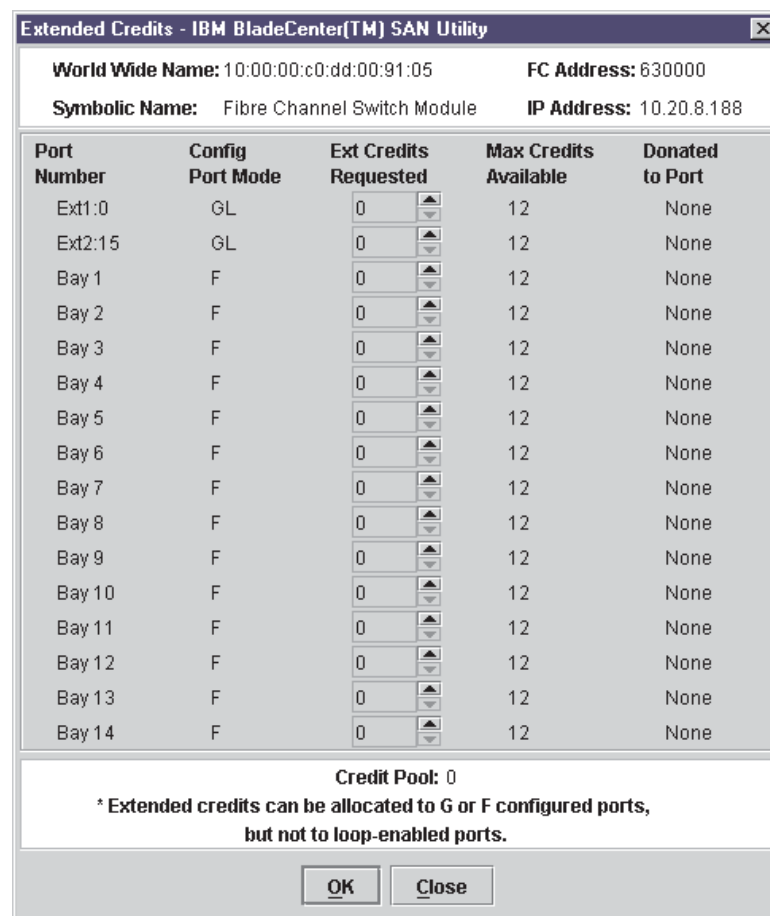

Abbildung 20. Fenster "Extended Credits"
2. Wählen Sie im Fenster "Faceplate" den Empfänger-Port aus. Bei den Empfänger-Ports muss es sich um externe Ports handeln, die als G_Ports oder F_Ports konfiguriert sind. Klicken Sie auf **Port** → **Extended Credits**. Das Fenster "Extended Credits" wird geöffnet (siehe Abb. 20).